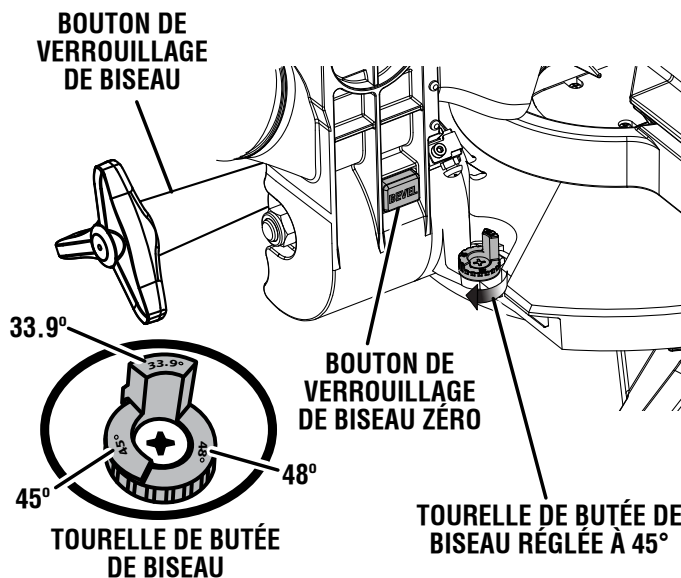

Fig. 27
**NOTE :** Utiliser la tourelle de butée de biseau pour repérer les angles de biseau de 33,9°, 45° et 48°. Voir la figure 27.
**NOTE :** Utiliser la tourelle de butée de biseau pour repérer les angles de biseau de 33,9°, 45° ou 48°. Voir la figure 27.